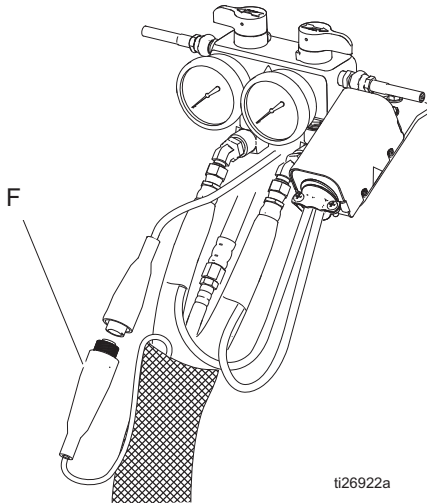

FIG. 11. Manguera calentada
3. Desconecte el cable del FTS (F) del Reactor, FIG. 11.